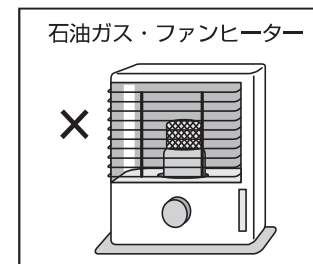

図3
- ※一酸化炭素中毒をアルデ換気システムで防止することは出来ませんので、開放型ストーブ(燃焼ガスを室内に放出する)は絶対に使用しないでください。温水パネルヒーター、電気ヒーター等燃焼ガスを室内に放出しないタイプは問題ありません。(図3)